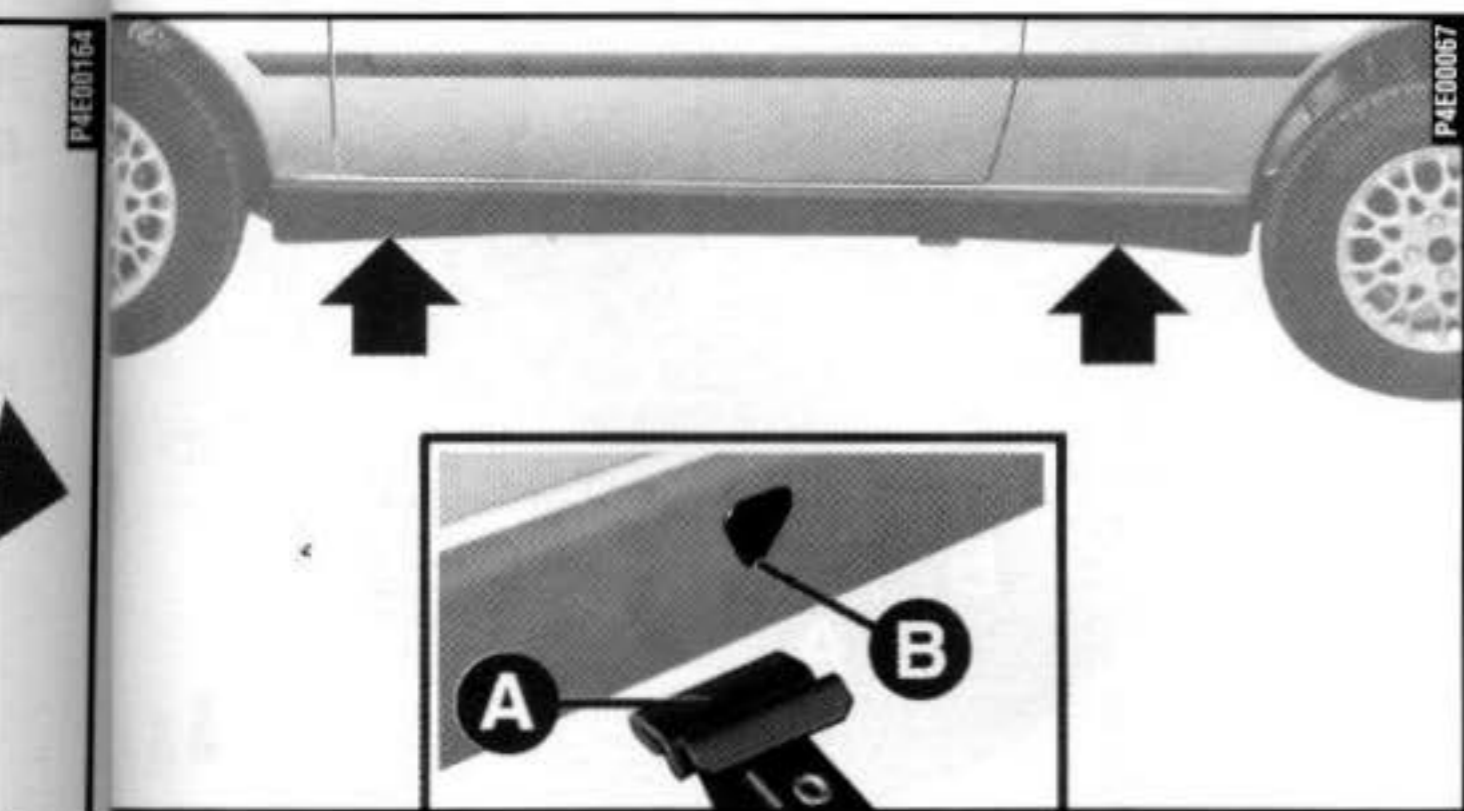

fig. 4
4) Colocar o macaco onde está marcado o símbolo ▼ **fig. 4** perto da roda a substituir e certificar-se que a ranhura **A** do macaco esteja bem enfiada na longarina **B**.